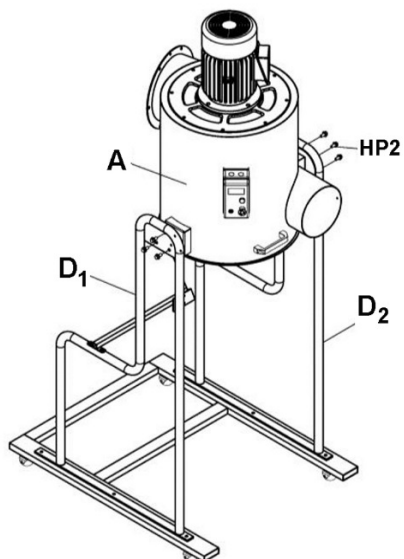

Figure 5
6. Positionnez le boîtier principal (A) entre les montants gauche et droit (D₁, D₂) et sécurisez avec les écrous à bride (HP2). Voir la Figure 5.